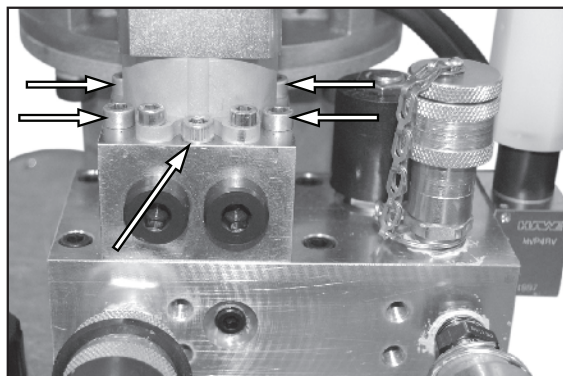

Рис. 44.
2. См. рис. 44. Открутите 5 шт. болтов двухпозиционного/4-ходового клапана. Болты фиксированы и являются частью узла.